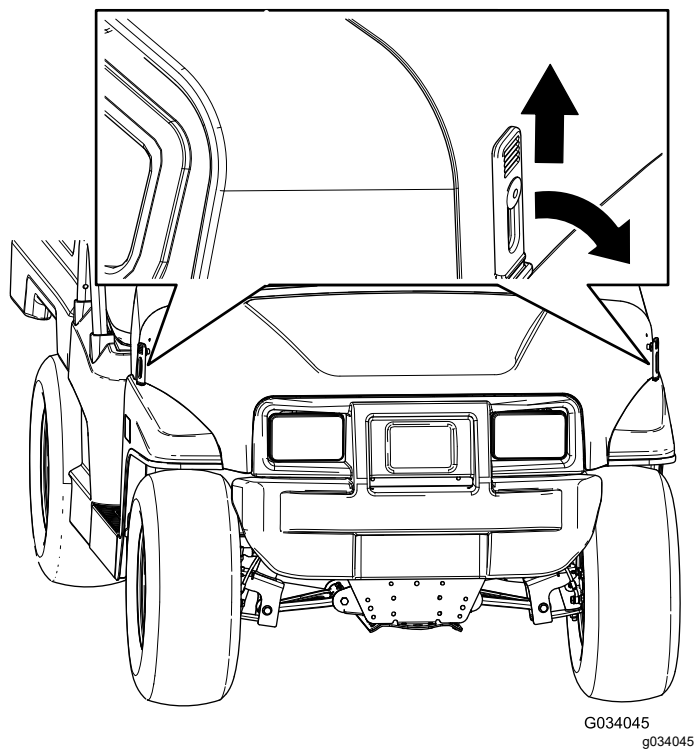

図 31
1. フードの両側についているゴム製ラッチのハンドルを上げる 図 31。
2. フードの両側で、ゴム製ラッチとラッチアンカーをそろえてラッチを掛ける (図 31)。